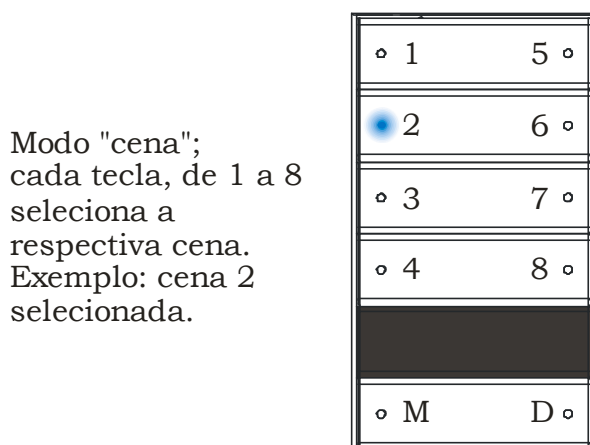

Figura 5 - Modo "cena"
- Apagado: está em modo “cena”, como na Figura 5;
- Selecionar modo “cena” (led da tecla *modo* apagado, ver Figura 5);
- Colocar o teclado no modo “cena” (led da tecla *modo* apagado, ver Figura 5);